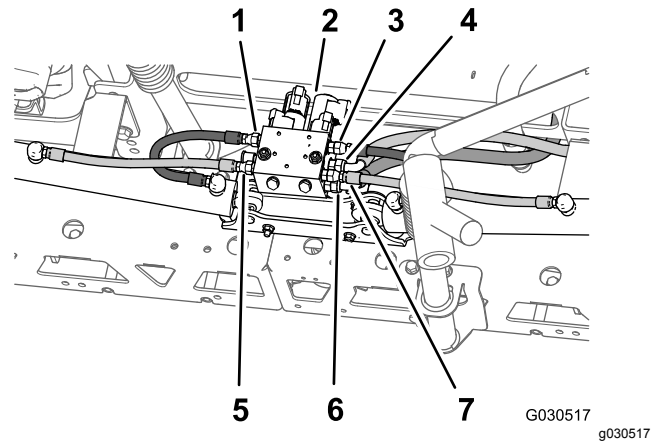

Bild 62
2. Entfernen Sie am Heck der Maschine die Hydraulikschläuche zwischen dem Auslegerhubverteiler und dem Hydraulikzylinder (Bild 62).